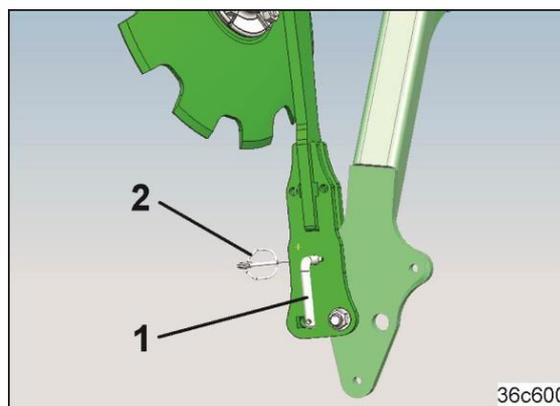

Fig. 313
2. Den Bolzen (Fig. 313/1) mit dem Klapstecker (Fig. 313/2) sichern.